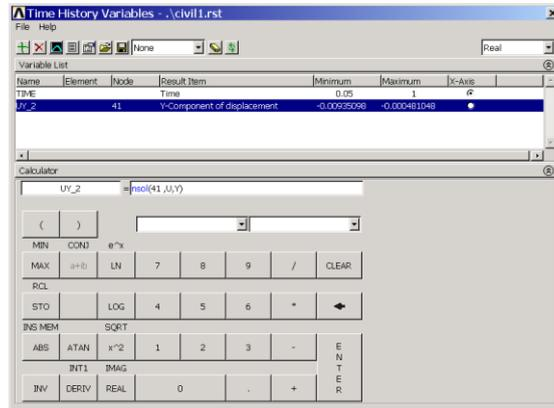

图7.4 定义生成的变量
(6) 接着会回到【Time History Variables】对话框，如图 7.4 所示。从【Variable List】列表框中可以看到已经定义了一个新的变量 UY_2，其中存储的是节点 41 的 Y 方向位移。重复以上步骤可以继续定义变量，默认情况下可定义 10 个变量。
(1) 在图 7.4 的【Time History Variables】对话框中，选中变量【UY_2】，然后单击  按钮，将弹出如图 7.6 所示的对话框。